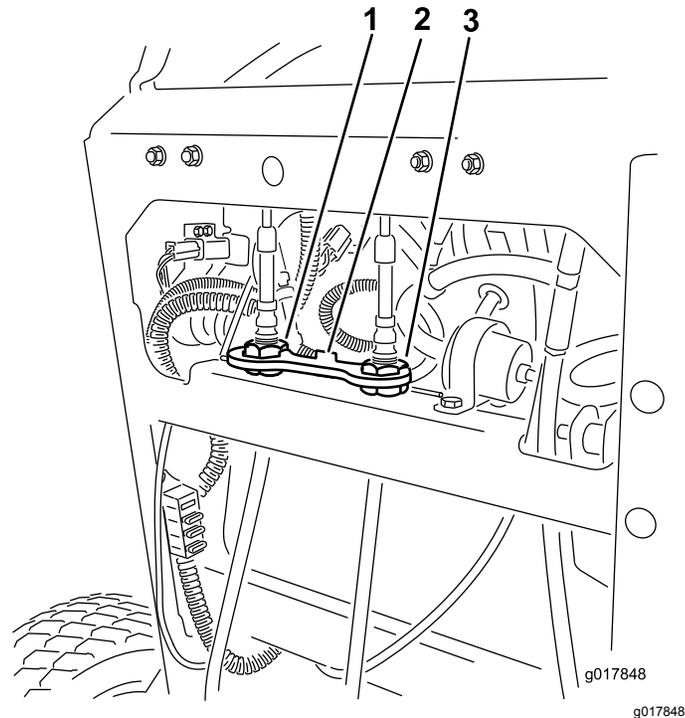

**Figura 66**
**Importante:** Certifique-se de que o alinhamento do cortador está correto após o ajuste das alavancas de controlo de movimento (Figura 66).
1. Depois de ter concluído o alinhamento horizontal, verifique o alinhamento entre frente e a traseira empurrando ligeiramente as alavancas de controlo para a frente para detetar alguma folga nas ligações das alavancas de controlo (Figura 66).